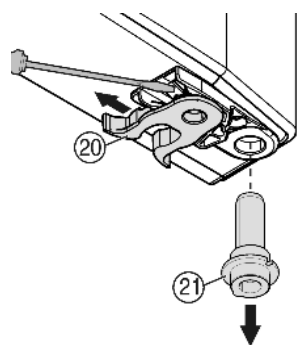

Fig. 10
- ▶ Pružinovú zvierku Fig. 10 (20) premiestnite: Zaisťovací jazýček potlačte nadol, ponad ňu stiahnite pružinovú zvierku.
- ▶ Ložiskový čap Fig. 10 (21) vytiahnite z puzdra dverí a spolu s podložkou nasadte na opačnej strane. Zaisťovací jazýček musí smerovať na vnútornú stranu dverí, drážka na vonkajšiu stranu.
- ▶ Dvere dolu zasuňte a ložiskový čap Fig. 10 (21) nasadte do ložiskovej konzoly. Prípadne ložiskový čap potočte tak, aby mohol zaklapnúť.